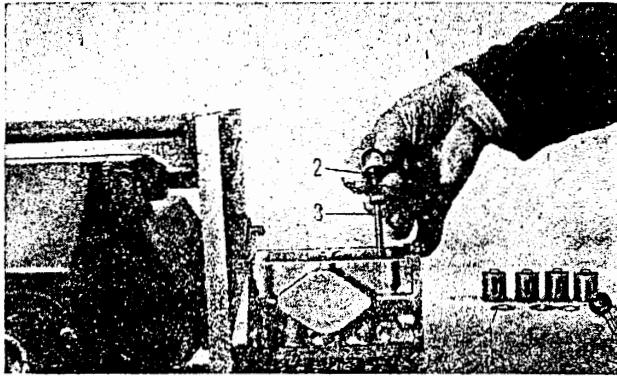

Bild M 152. Kolben herausnehmen
12. Ausgleichscheiben, Federteller sowie Kolben herausnehmen und zu dem dazugehörigen Zylinder ablegen, damit sie bei Wiederverwendung als Gruppe zusammenbleiben (Bild M 152).